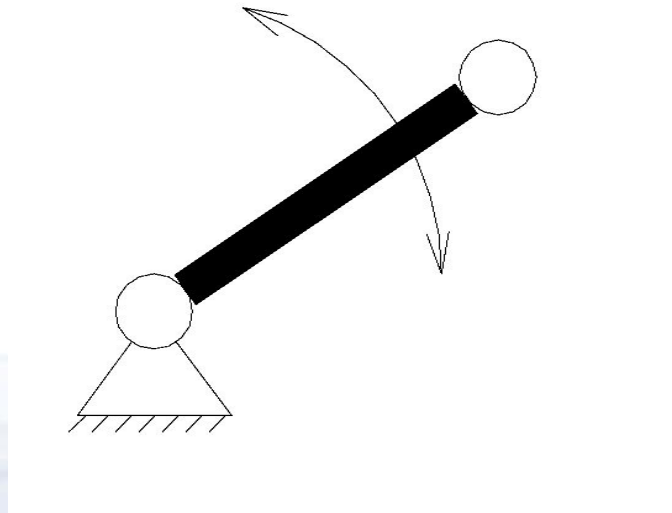

Рис. 1.3. Коромысло
**Коромысло** – вращающееся звено механизма, которое может совершать только неполный оборот вокруг неподвижной оси (рис. 1.3). Конструктивно коромысло выполняют в виде стержня с двумя отверстиями. Коромысло предназначено для совершения качательного движения в механизме.